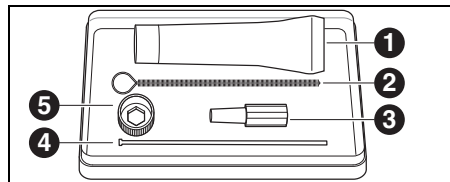

Fig. 21 Kit d'entretien pour la broche Jäger
- ▷ Légèrement graisser le cône extérieur de la pince de serrage avec de la graisse pour pince ([1] dans la figure 21 sur la page 97) comprise dans le set.